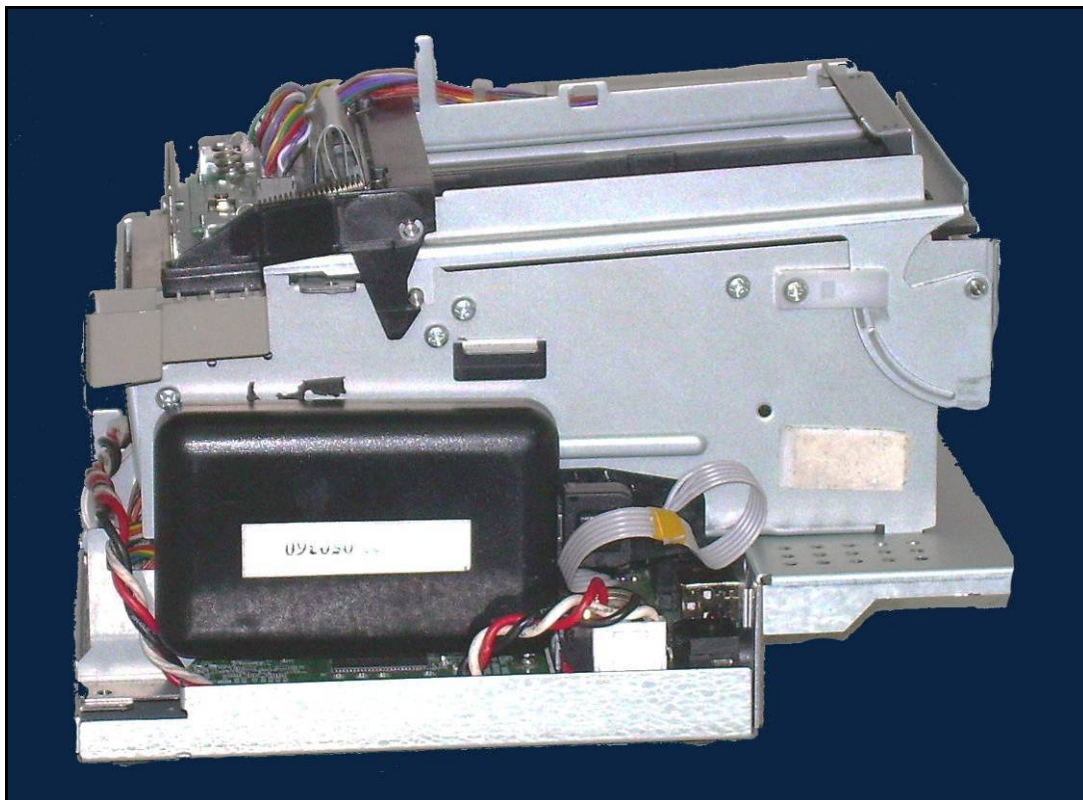

Рисунок 18 – Крепление ЭКЛЗ в корпусе ККМ.
2.4.10. Закрепите ЭКЛЗ при помощи 2-х стороннего скотча на вспененной основе на боковую сторону верхней части станины ККМ (см. рис. 18).